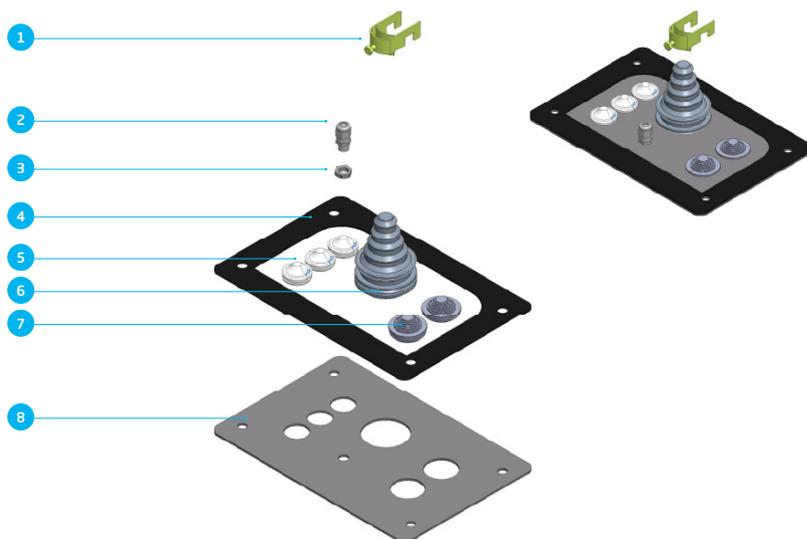

Figura 5: vista general del montaje inferior
- d. Corte el pasacables a medida, de tal manera que sujete firmemente el cable de alimentación y que guíe el cable de alimentación a través de la placa base, que está encajada en el cargador. Tire del cable de alimentación hacia el exterior del cargador para instalar el protector antitirones, se aconseja no cortar (véase la figura 5).